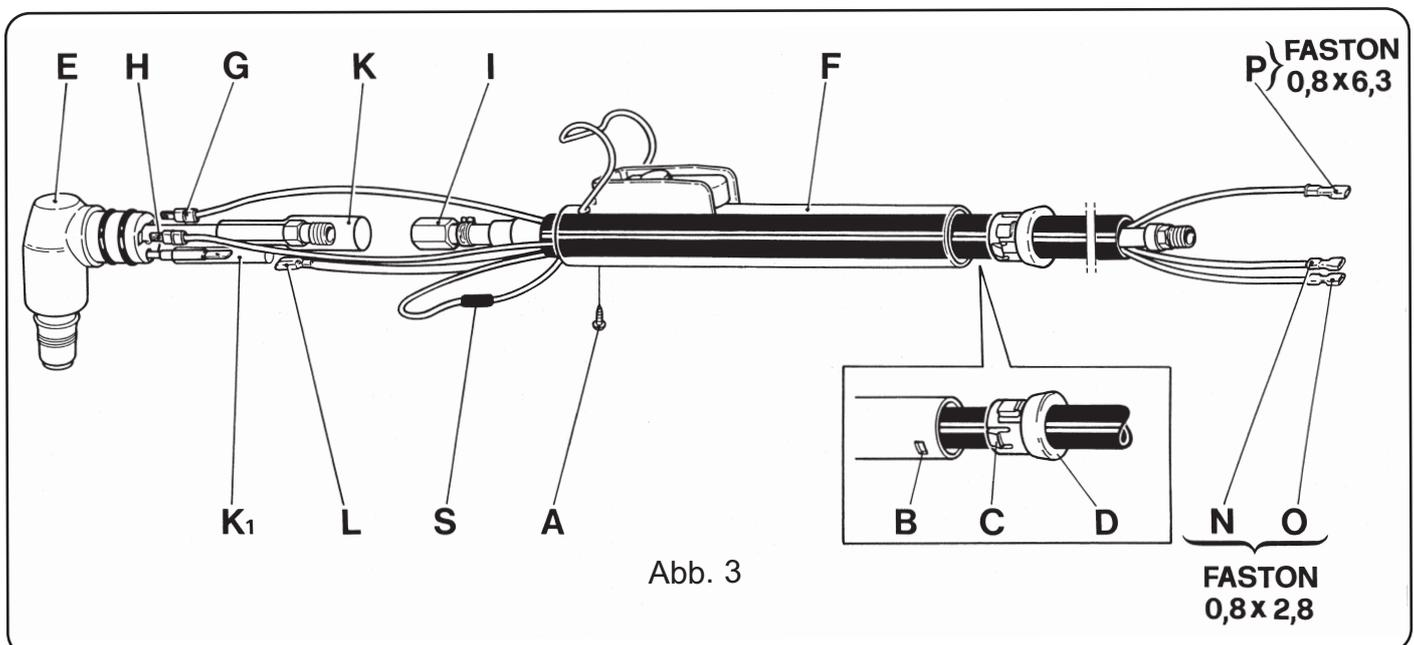

Abb. 3
### 4.3 AUSTAUSCH DES BRENNERKÖRPERS (E) (ABB. 3)
#### 4.4 AUSTAUSCH DES GRIFFS MIT DRUCKTASTER (ABB. 3)
#### 4.5 AUSWECHSELN DES KABEL (ABB. 3).